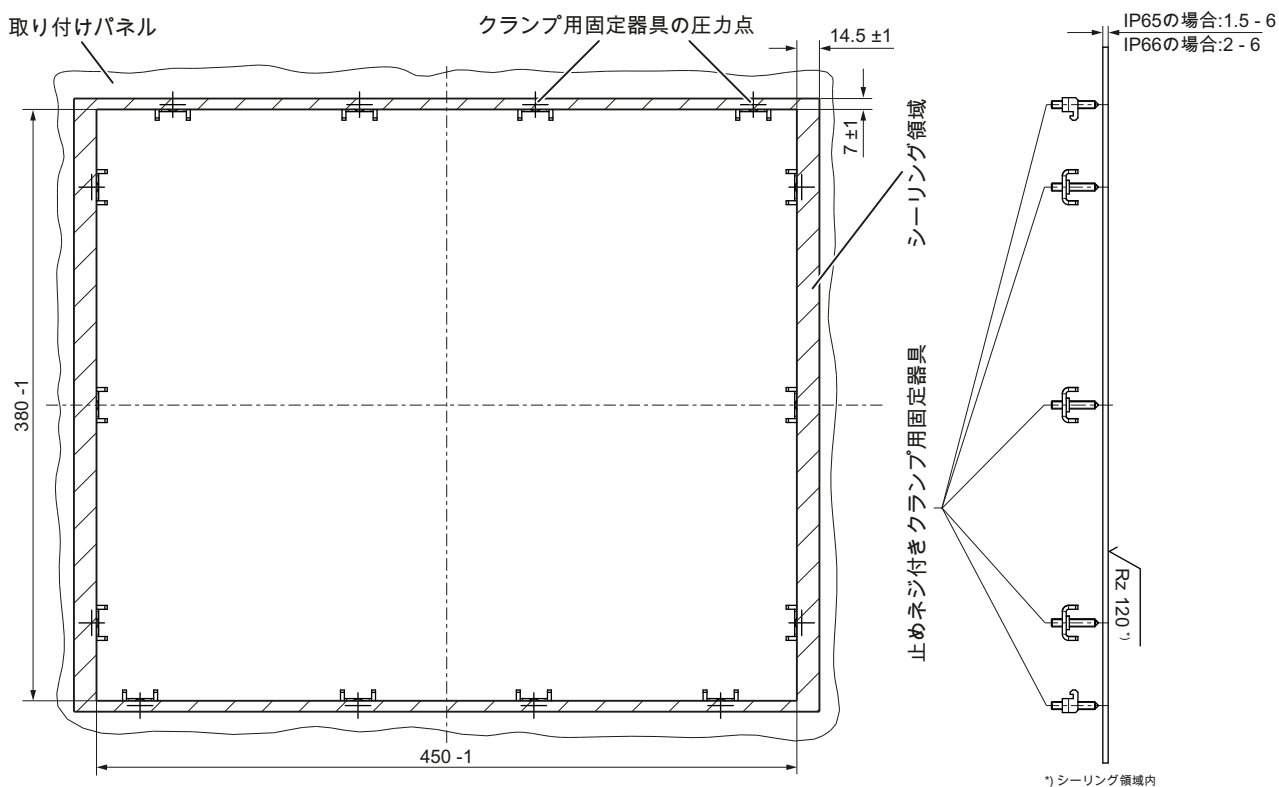

図 12-4 OP 019 操作パネルの取り付け外形寸法図
1. 組み立てられたコンポーネント(操作パネルや PCU など)を前面からパネル抜き穴に取り付けます(図 12-4 OP 019 操作パネルの取り付け外形寸法図 (ページ 202)を参照してください)。